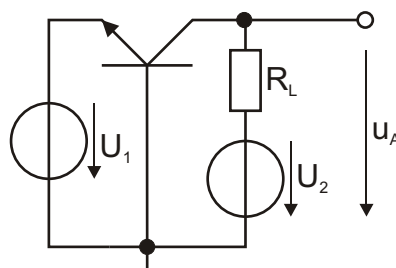

Abb. 3.2: Schaltung
3.3 Ein Transistor wird nun, wie in Abb. 3.2 verschaltet. Der Basisbahnwiderstand ist zu vernachlässigen! Es gilt Folgendes: